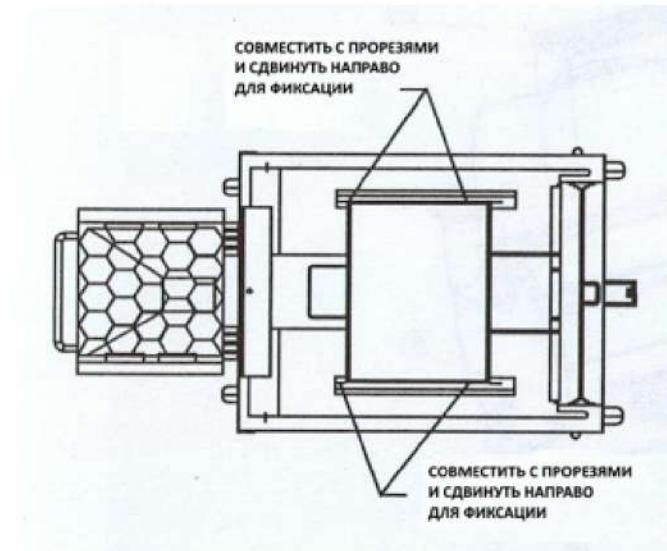
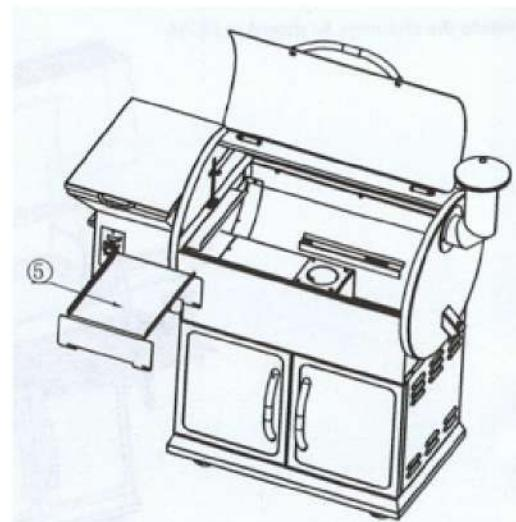

Рисунок 11
Рисунок 12
Рассекатель пламени (5) следует устанавливать на полозья, расположенные внутри камеры гриля. Зубчатые ножки рассекателя пламени должны быть повернуты вниз, как показано на рис. 11 и рис. 12.